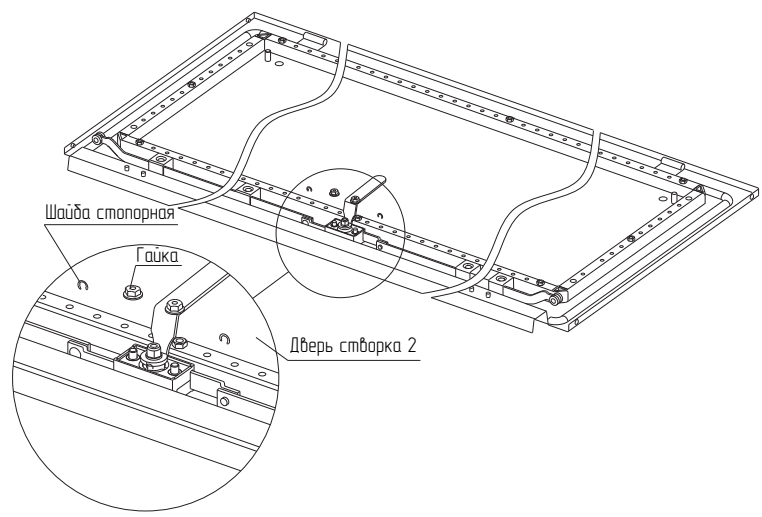

Рисунок 25
4.14.2 Установите замок на шпильки створки 2 двери, закрепите гайками М6 из комплекта, момент затяжки 4 Н·м, наденьте ригеля двери на направляющие замка и закрепите шайбами стопорными (рисунок 25).